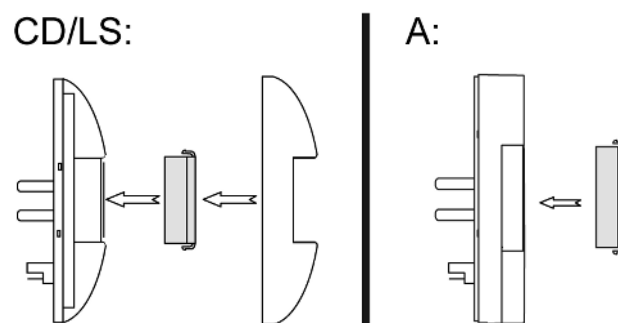

Bild 7: Montage Blende Serie CD/LS und A
- Blende für linke oder rechte Seite des Gerätes montieren (siehe Bild 7).
- Blende von vorne auf die linke oder rechte Seite des Geräts montieren (siehe Bild 7).